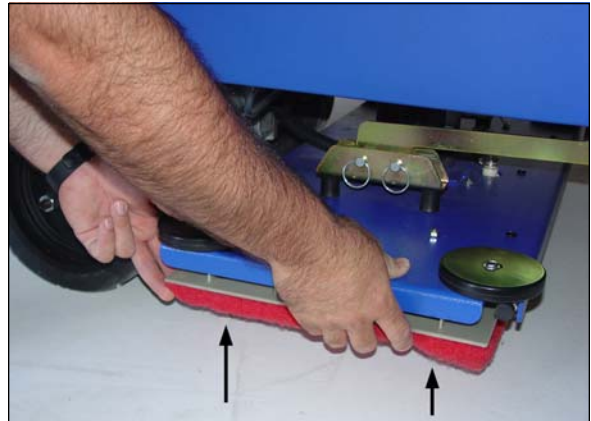

Figura 15
5. Presione sobre un cepillo o una almohadilla debajo de las placas flexibles. Ver figura 15.